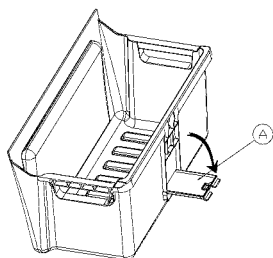

FIGURE -1-
- 1- Retirez le bac inférieur du compartiment congélateur et ouvrez le **couvercle du système de vidange (A)** situé à l'arrière du bac (figure-1).